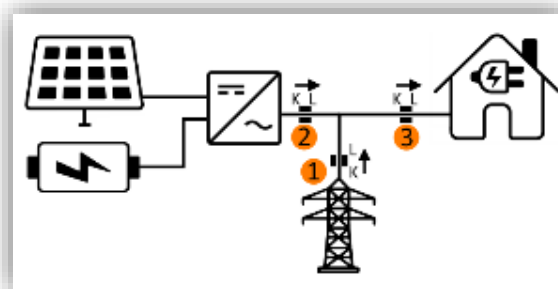

Figura 150. Esquema de instalación con paneles solares y batería
En este apartado se define en qué puntos de la instalación debe hacerse la medición para tener un correcto funcionamiento de la pestaña global del monitor de energía. En la Figura 150 se muestra el esquema de una instalación con placas solares y batería:
- **Instalación sin placas solares ni batería:** solo se tendrá el punto 1 mostrado en el esquema de la Figura 150.